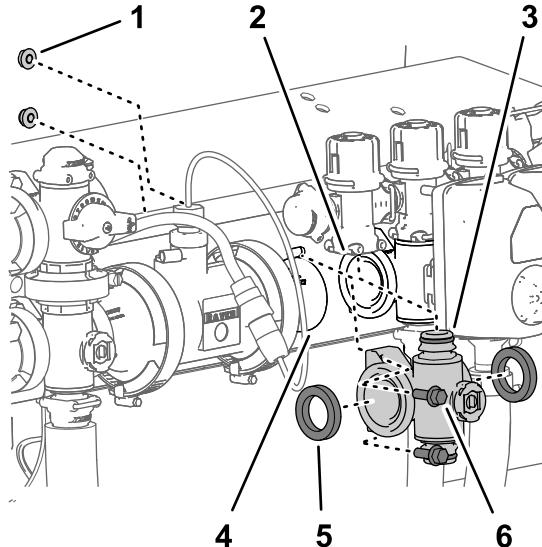
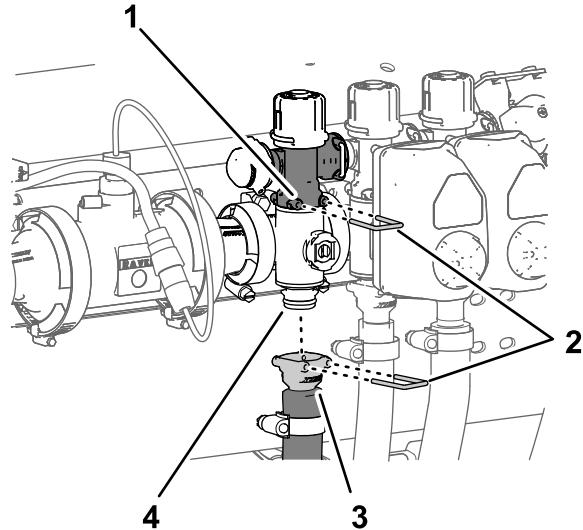

图 113
图 114
- 将在 拆下喷洒臂段歧管阀 (页码 63) 中卸下的 2 个垫片与喷洒臂段阀歧管的法兰对齐图 113。
- 将喷洒臂段阀歧管的法兰放在其他喷洒臂段阀和/或耦合适配器的法兰之间图 113。
- 用快速连接销将喷洒臂段歧管的快速连接接头安装到喷洒臂段旁通阀的快速断开槽内图 113 和图 114。
5. 对于左或右喷洒臂段阀歧管使用在 拆下喷洒臂段歧管阀 \(页码 63\) 中卸下的 2 个凸缘头螺栓 $\frac{1}{4} \times \frac{3}{4}$ 英寸和凸缘锁紧螺母 $\frac{1}{4}$ 英寸将喷洒臂段阀歧管安装到阀支架上 图 113。
8. 用快速连接销将喷洒臂段软管的快速连接耦合器安装到喷洒臂段阀歧管的快速连接接头上 图 114。